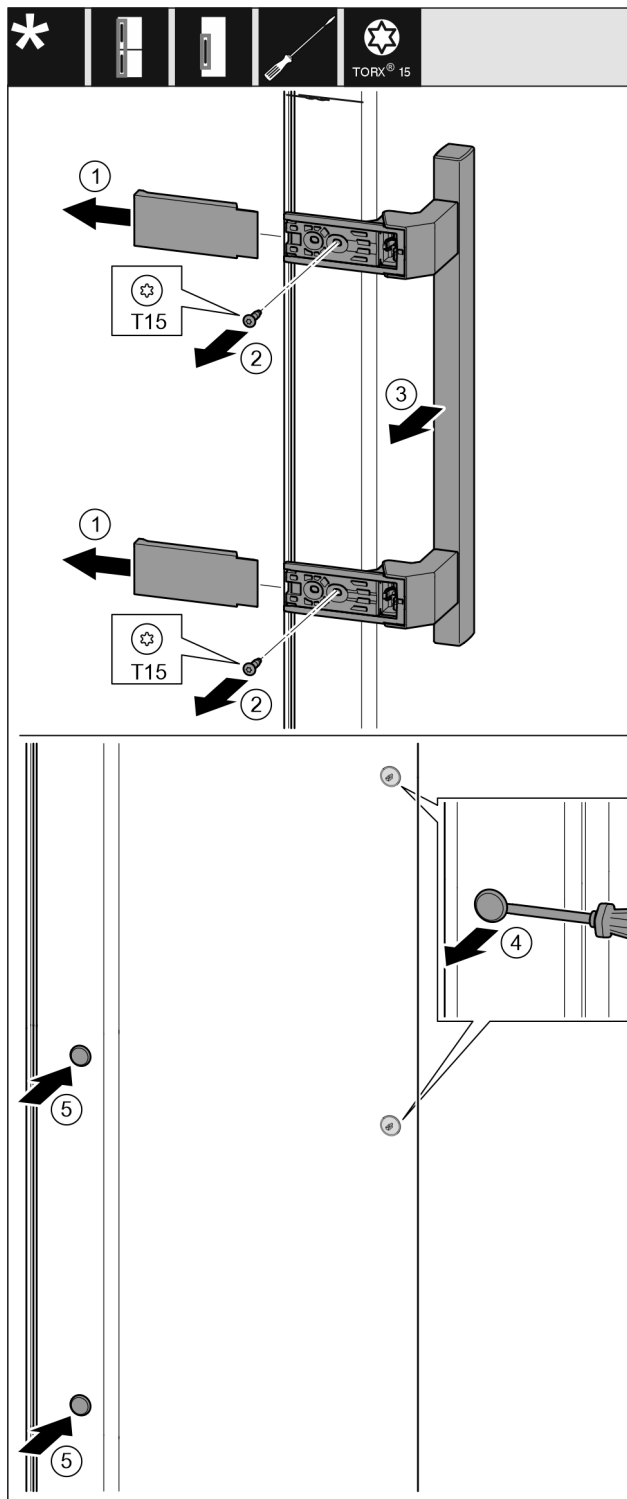

Fig. 11
- ▶ Zdjąć osłonę. Fig. 11 (1)
- ▶ Śruby wykręcić przy pomocy śrubokręta T15. Fig. 11 (2)
- ▶ Zdjąć uchwyt. Fig. 11 (3)
- ▶ Boczną zatyczkę ostrożnie podważyć przy pomocy śrubokręta i wyjąć. Fig. 11 (4)
- ▶ Zatyczkę założyć ponownie z drugiej strony. Fig. 11 (5)